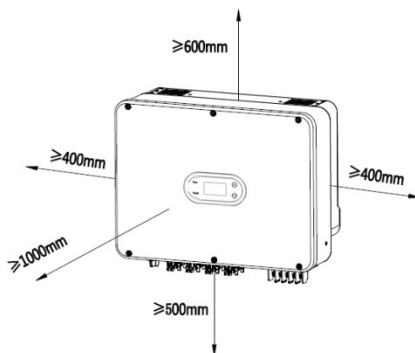

Рис. 4.4 Монтажные зазоры вокруг инвертора
(3) При установке нескольких инверторов между ними необходимо предусмотреть определенное расстояние, как показано на рис. 4.4. Кроме того, следует обеспечить достаточные зазоры сверху и снизу инвертора для хорошего отвода тепла.